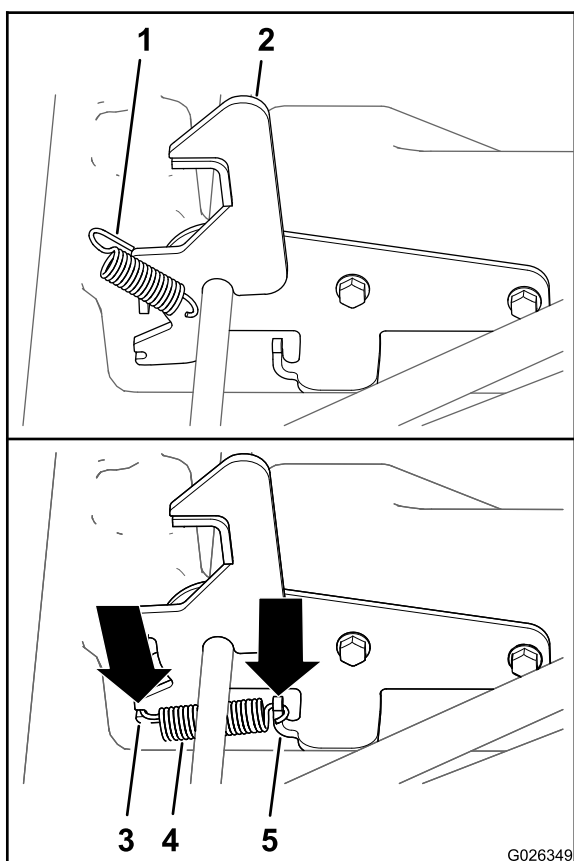

Figura 12
5. Allineate la linguetta lunga di una molla alla sella della molla del gruppo fermo (Figura 12).
6. Collegate la linguetta corta della molla al supporto per molla del fermo (Figura 12).
7. Ripetete i passaggi da 5 a 6 per l'altro supporto e l'altra molla (Figura 12).